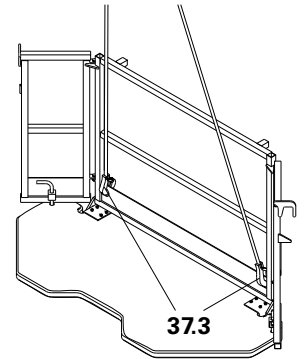

Fig. B2.19
2. Izar la plataforma de esquina exterior con la grúa (37.3) y posicionarla. (Fig. B2.19)